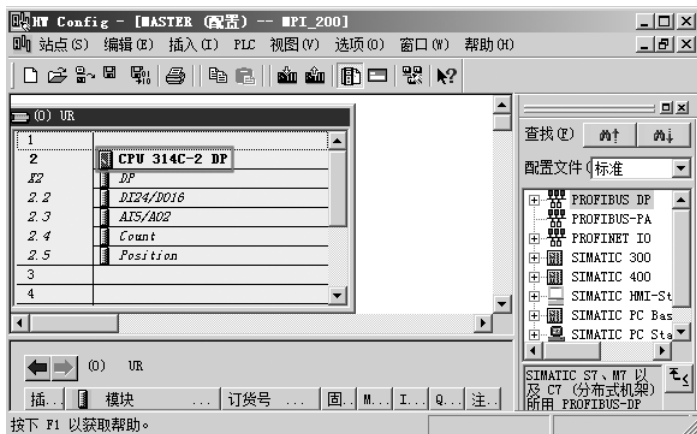
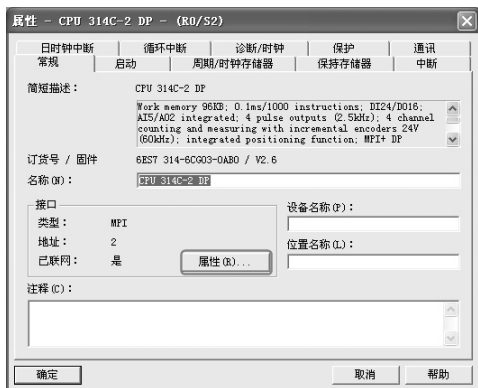

图 8-19 组态主站硬件
图 8-20 打开 MPI 通信参数设置界面
2) 组态主站硬件。先插入导轨，再插入 CPU 模块，如图 8-19 所示，双击“CPU 314C-2DP”，打开 MPI 通信参数设置界面，单击“属性”按钮，如图 8-20 所示。